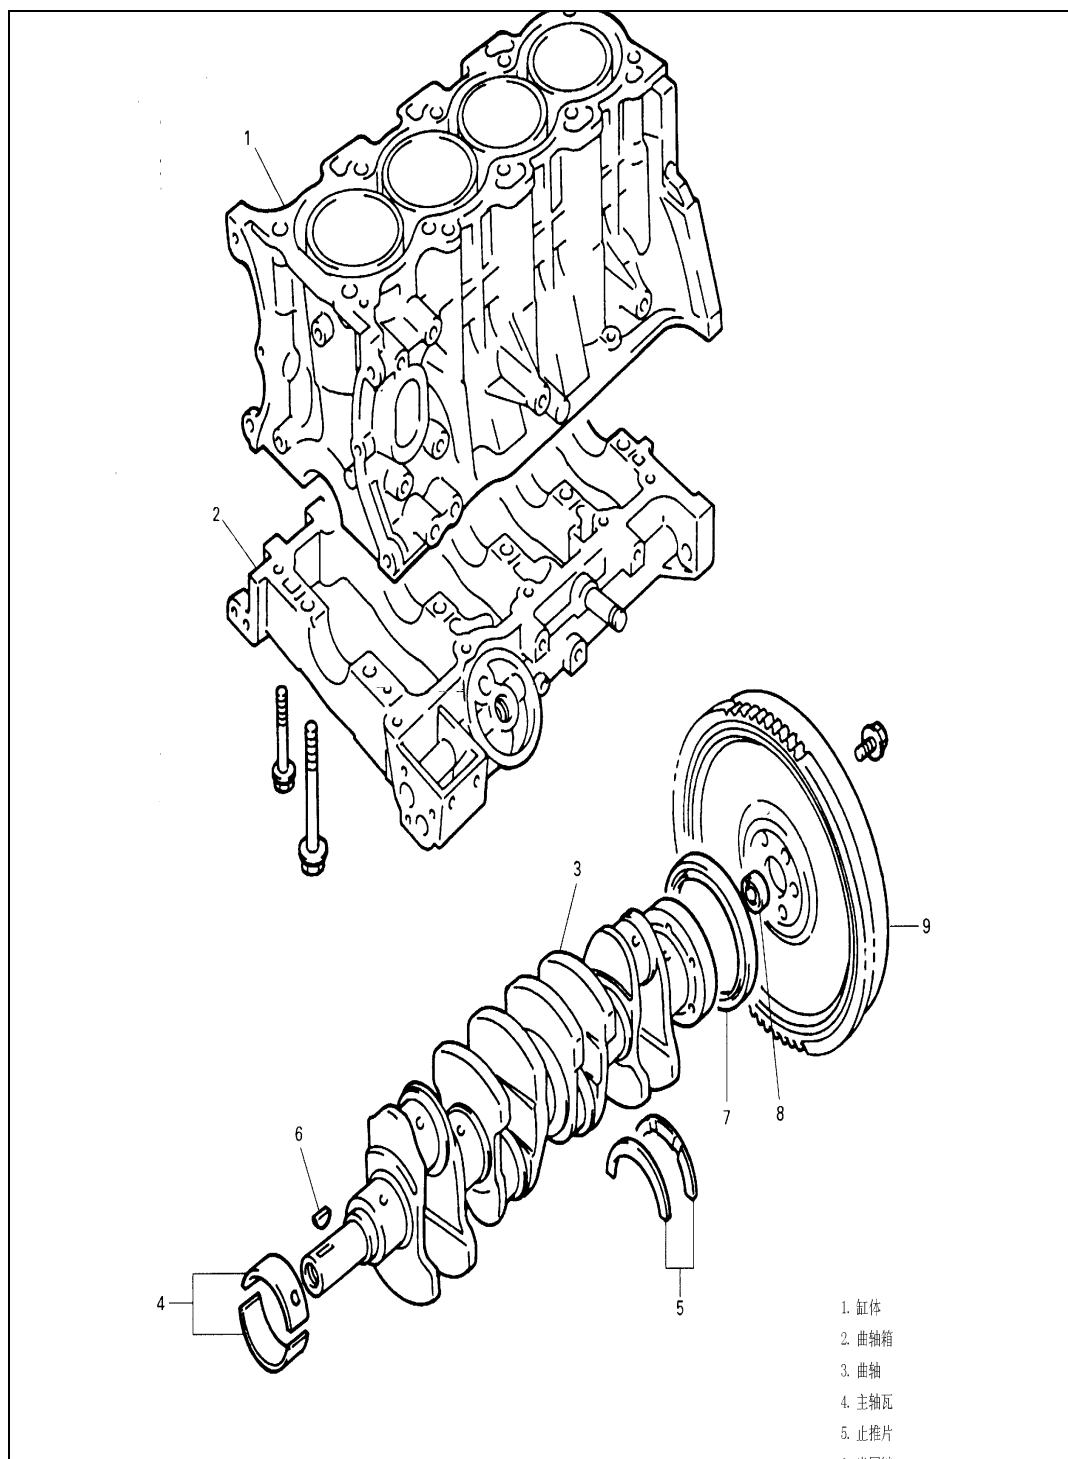

Рис. 4-73.
**\* Вкладыш коренного подшипника коленчатого вала, коленчатый вал и блок цилиндров (Рис. 4-73).**